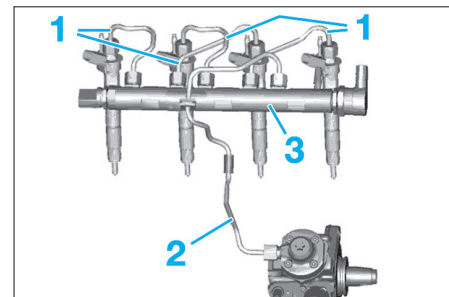

Fig. 65
- les conduites de pression (1) (Fig.65).